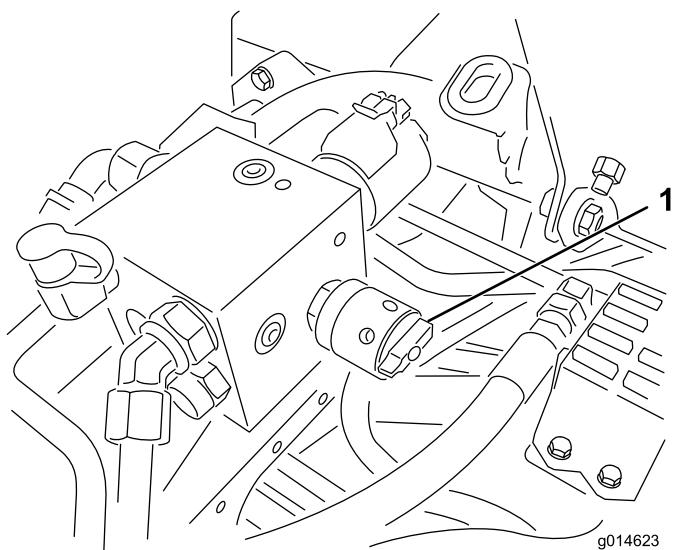

図 39
4. リールの速度を設定するには、ノブ図39を回して、ノブの矢印を、所定の番号に合わせる。